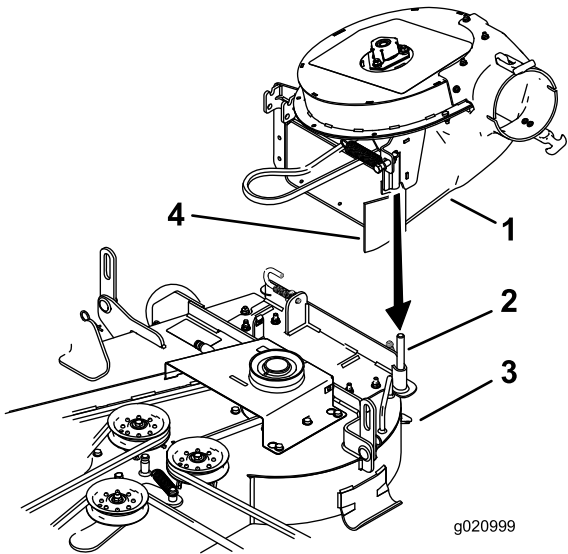

Figure 15
2. Abaissez le ventilateur et enfitez le trou du pivot sur l'axe de pivot (Figure 15).
Remarque: Assurez-vous que la courroie reste bien en place sur la poulie de ventilateur et que le volet en caoutchouc reste à l'extérieur du tablier de coupe (Figure 15).